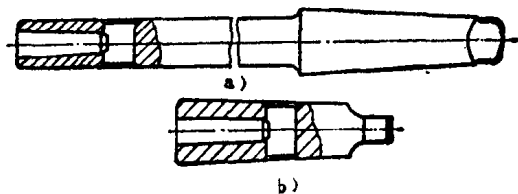

图1-28 变径套
1) 变径套 它是镗杆主轴锥孔安装锥柄工具和锥柄刀具时的常用工具。有短变径套和长变径套两种,见图1-28。